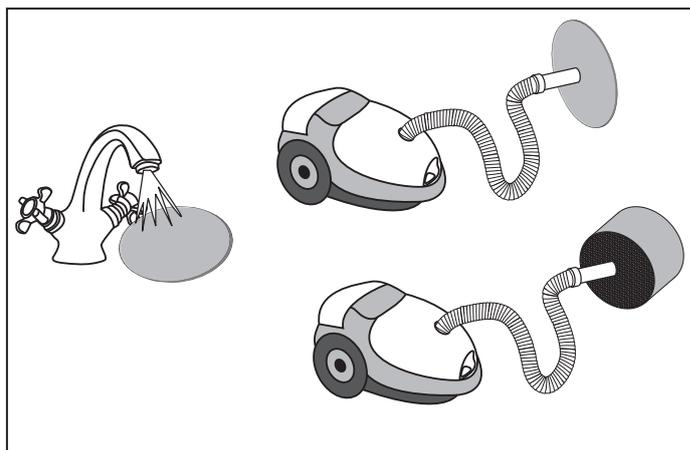

Рис. 25. Очистка фильтров и регенератора
- Чистку фильтров проводить по мере их загрязнения, но не реже одного раза в 3 месяцев. По истечении 90 дней эксплуатации установка подает звуковой сигнал, напоминающий о замене или очистке фильтра, который повторяется через каждые 5 минут, после чего необходимо выключить установку и произвести очистку или замену фильтров. Для очистки фильтров промойте их водой (см. Рис. 25) или воспользуйтесь пылесосом (см. Рис. 25), затем сухие фильтры установите в телескопический канал. Для приобретения новых фильтров обратитесь к продавцу.